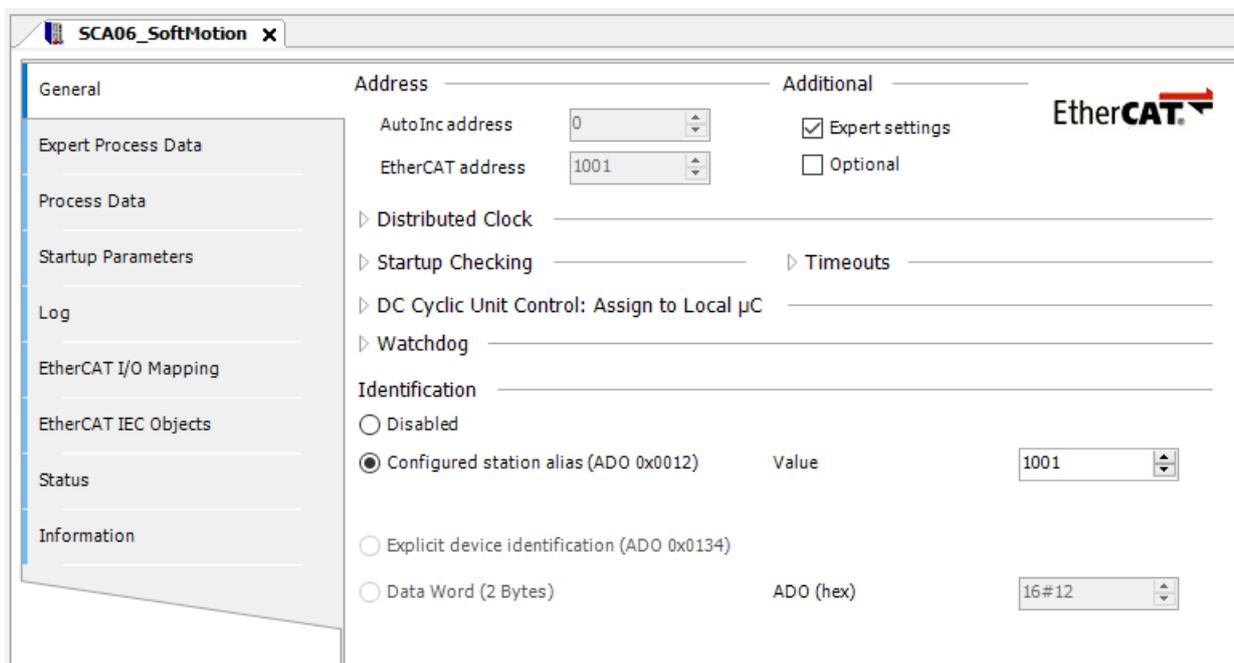

Figura 4.1: Habilitando identificación.
- En el campo **Identification**, seleccione la opción **Configured station alias (ADO 0x0012)**, conforme la Figura 4.1.